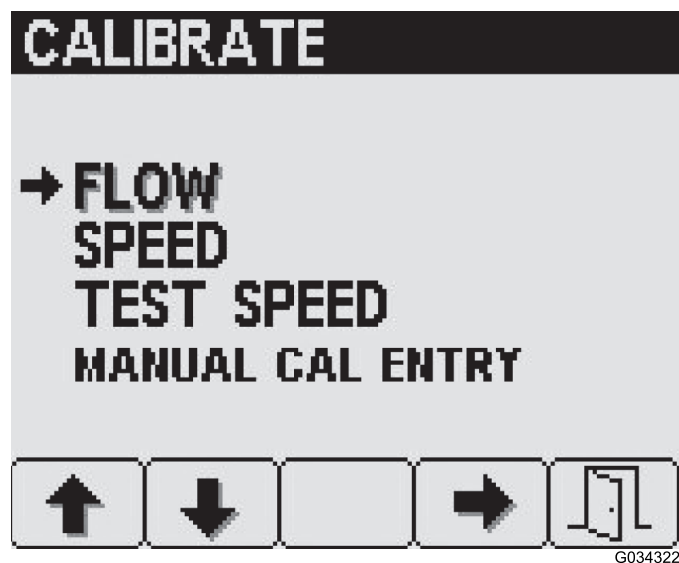

Figura 21
2. Para acceder a la pantalla Flow (Flujo), pulse el botón 4 en la pantalla Calibrate (Calibrar) (Figura 21) para seleccionar Flow (Flujo).
2. Para acceder a la pantalla Speed (Velocidad), pulse el botón 2 en la pantalla Calibrate (Calibrar) hasta que llegue a Speed (Velocidad) y, a continuación, pulse el botón 4 (Figura 21) para seleccionar Speed.